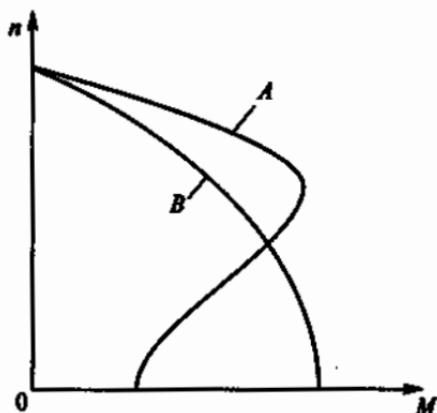

Рис. 219
9.32. Как можно получить для асинхронного двигателя с фазным ротором, работающего на естественной характеристике A (рис. 219), искусственную характеристику B ?